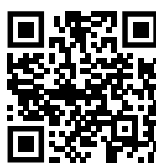

Fig. 180
- ▶ Abrir el Liebherr SmartMonitoring Dashboard. (consulte Fig. 180) .